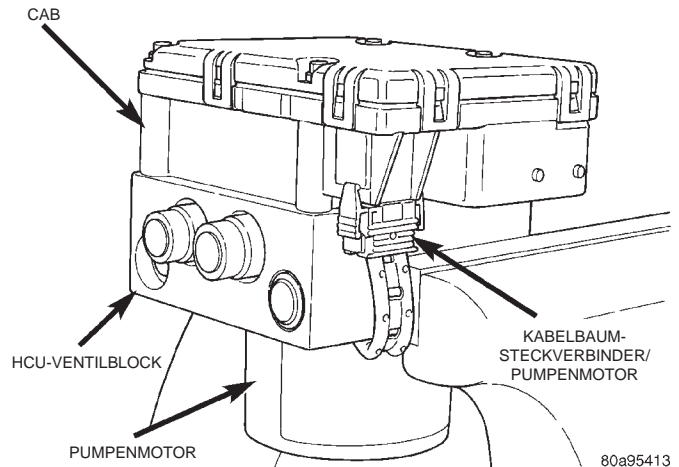

Abb. 14 Pumpenmotors am Kabelbaum-Steckverbinder/CAB
(1) ICU aus dem Fahrzeug ausbauen. Siehe Angaben zum Ein- und Ausbau der Integrierten Steuerungseinheit/ABS in diesem Kapitel des Werkstatthandbuchs für das richtige Verfahren zum Ausbau.
(2) Kabelbaum-Steckverbinder des Pumpenmotors (Abb. 14) vom CAB abziehen.
(3) Den Kabelbaum-Steckverbinder des Pumpenmotors in das CAB einstecken (Abb. 14).